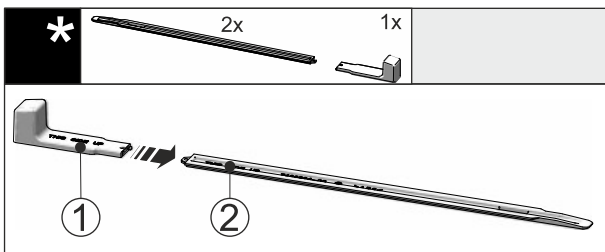

Fig. 42
- ▶ Montagegriff Fig. 42 (1) an die Nivellierschiene Fig. 42 (2) stecken.